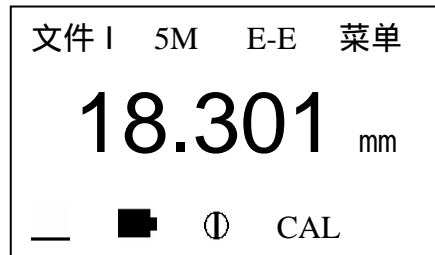

图 12
- a. 任选一个声速测量,测出某一厚度值,耦合良好、数值稳定的情况下按下 CAL 键,测量的厚度值冻结,此时可移开探头。如图 12: